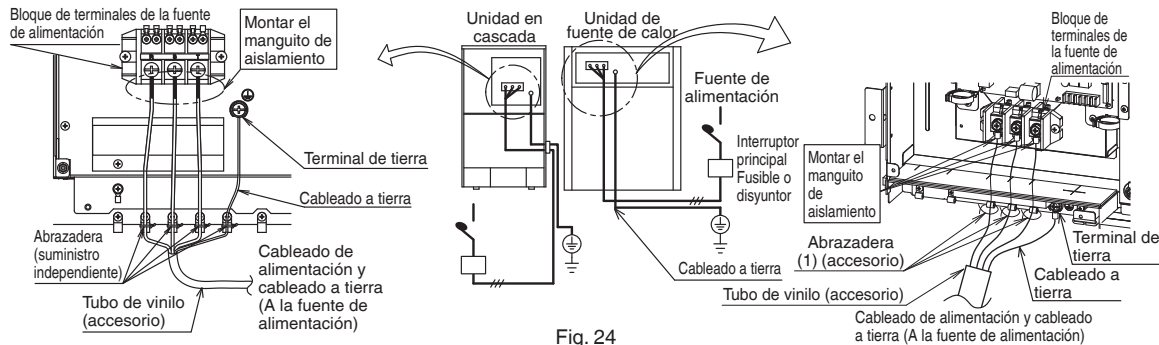

Fig. 24
- Instale un manguito aislante en el cableado de alimentación y conéctelo al bloque de terminales de la fuente de alimentación. Finalizada la conexión, sujételo usando las abrazaderas como se muestra en la Fig. 24. Utilice las pinzas suministradas para la unidad de fuente de calor y prepare aparte las abrazaderas para la unidad en cascada.
- Para el cableado a tierra de la unidad de fuente de calor, utilice la abrazadera adjunta (1) para conectarlo al cableado de alimentación siguiendo el procedimiento de la Fig. 24 para no aplicar ninguna fuerza externa al terminal.